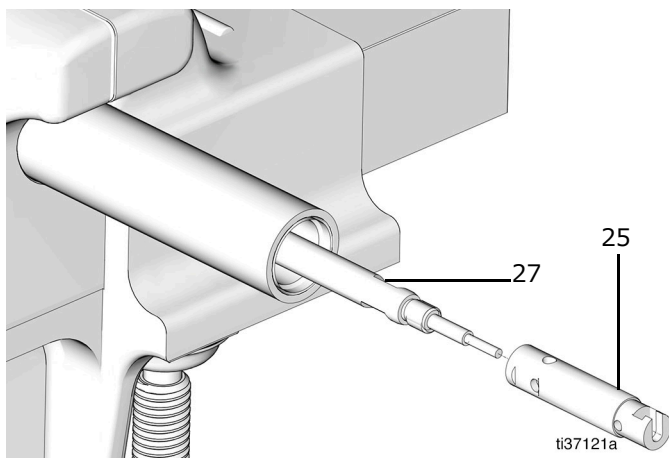
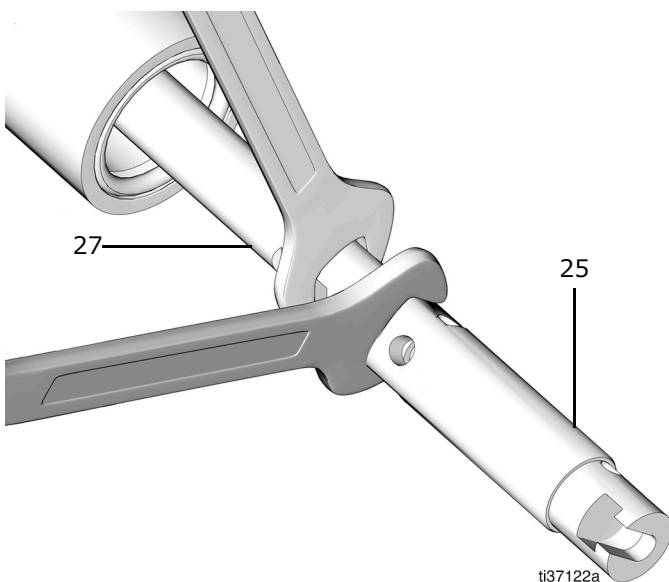

図 57
図 58
12. ポンプロッド (27) の端にポンプピストン (25) を配置し、レンチで締め付けます (10 ft-lb/13.6 N•m のトルク)(図 57と図 58)。